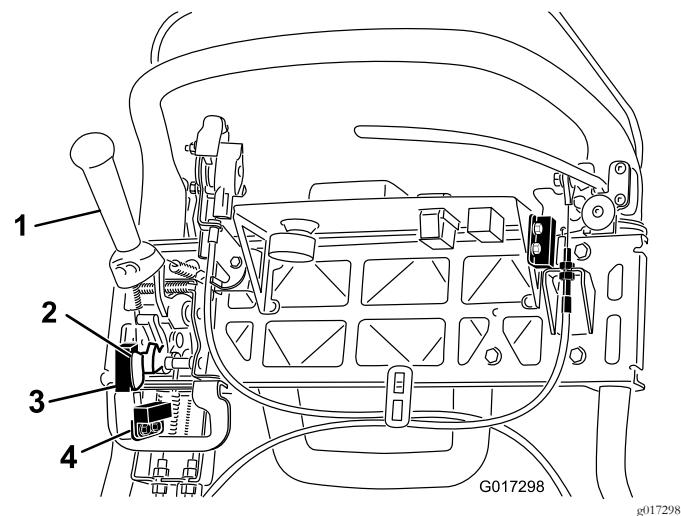

Figura 44
4. Desaperte as juntas de montagem do interruptor de segurança (Figura 44).
5. Coloque uma cunha de 1,6 mm entre a alavanca de tração e o interruptor de segurança (Figura 44).
4. Desaperte as fixações do sensor de corte (Figura 44).
5. Coloque um calço de 1,6 mm entre a bandeira do sensor de corte e o sensor de corte (Figura 44).